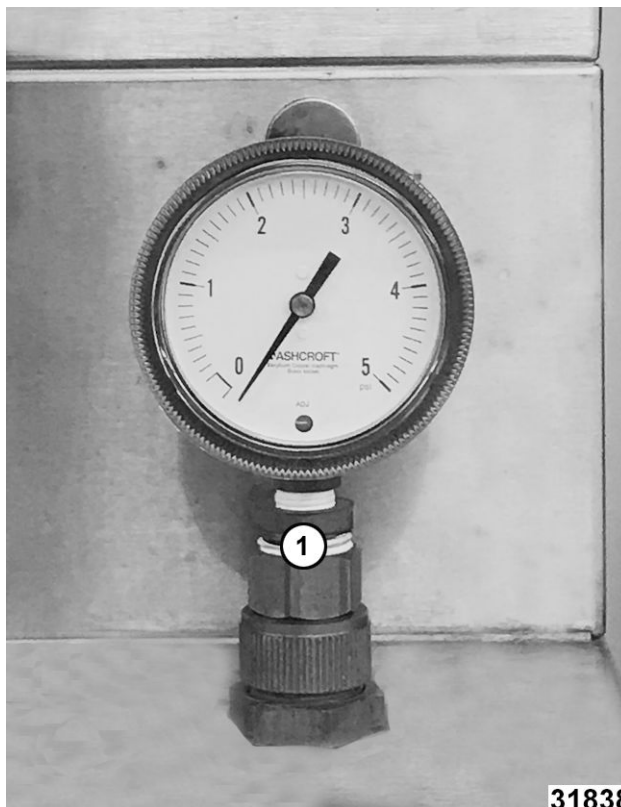

Fig. 63
**CURRENT PRODUCTION SHOWN (1, Fig. 63)**